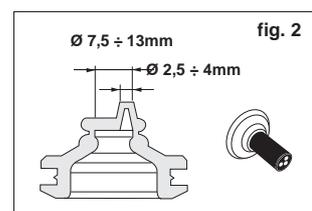

fig. 2
- Une fois la coulée effectuée, procéder au montage comme suit: Ouvrir l'appareil en desserrant les 4 vis du verre, enlever le réflecteur (2 vis) et introduire le câble d'alimentation à travers la membrane. (fig.2)
- Pour les installations en extérieur, il est obligatoire d'utiliser (CEI EN 60598-1; EN 50525) un câble flexible en néoprène de type H07RN-F d'un diamètre compris entre 7,5 et 12 mm. Les câbles isolés en PVC, avec une gaine extérieure en PVC ou différents de celui préconisé ne sont pas admis. Procéder comme indiqué sur la fig. 2 pour coupler correctement le câble et la membrane du câble.
Zum Öffnen der Leuchte die 4 Schrauben der Glasscheibe lösen, den Reflektor (2 Schrauben) herausnehmen und das Speisekabel durch die Membrane. (Abb.2)
Nicht zulässig sind PVC-isolierte Kabel oder mit PVC-Mantel oder auf jeden Fall andere als die hier angegebenen. Für die korrekte Verbindung Kabel-Membrane wie in Abb. 2 veranschaulicht vorgehen.